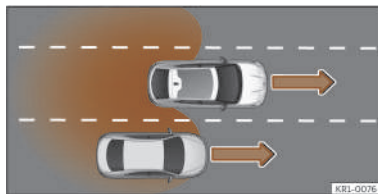

Fig. 132 Sorpasso nella corsia centrale e spostamento successivo nella corsia di destra.
- Quando si sorpassa un altro veicolo >>> **fig. 132** con una differenza di velocità di circa 10 km/h (6 mph). Se il sorpasso è notevolmente più rapido, non viene fornita alcuna indicazione.